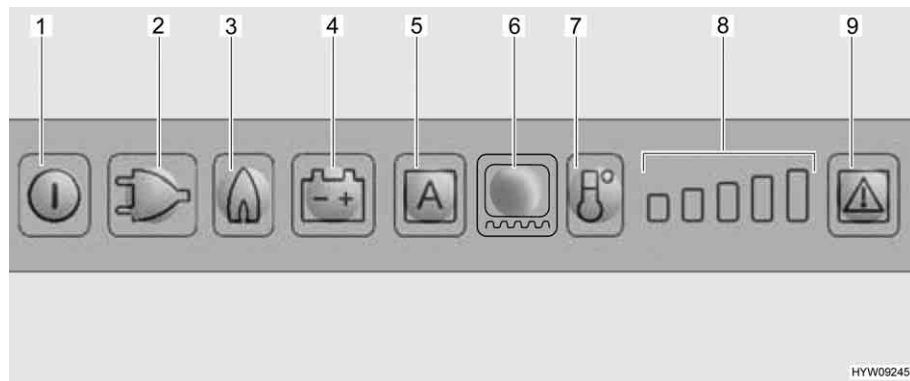

Fig. 229 Frigorífico Dometic con cuadro de mando de LED
Al seleccionar el suministro de gas se abre automáticamente el seguro de encendido, de forma que puede fluir gas hacia el quemador. Simultáneamente se conecta el encendedor electrónico. Si se apaga la llama de gas, p. ej. debido a un golpe de viento, el encendedor se activa inmediatamente y enciende de nuevo el gas. En caso de alguna avería en el funcionamiento a gas, parpadearán los botones luminosos Gas (Fig. 229,3) y Avería (Fig. 229,9) y sonará una alarma acústica por 20 segundos.
- Pulsar la tecla On/Off (Fig. 229,1) por aprox. 2 segundos. El frigorífico se conectará, se visualizará el modo de funcionamiento seleccionado más recientemente.
- Pulsar el botón luminoso para el modo de funcionamiento deseado (Fig. 229,2 - 4) o el modo automático "AES" (Fig. 229,5) (sólo en el caso del modelo AES).
- Ajustar la temperatura de refrigeración con la tecla Nivel de refrigeración (Fig. 229,7). El indicador de nivel de refrigeración (Fig. 229,8) indicará el ajuste seleccionado del termostato.
- Pulsar la tecla On/Off (Fig. 229,1) por aprox. 2 segundos.
Una vez conectado, el frigorífico automáticamente seleccionará el ajuste medio del termostato. Este ajuste puede modificarse manualmente con la tecla Nivel de refrigeración (Fig. 229,7). Pasan algunas horas hasta que el frigorífico alcanza la temperatura de servicio normal. Al cambiar a otro modo de funcionamiento, se conservará el ajuste del termostato.
- Conectar la calefacción de marco por un período de 2 horas: Pulsar el botón luminoso Calefacción de marco (Fig. 229,6) una vez. Estará iluminada una barra del indicador de nivel de refrigeración (Fig. 229,8).
- Conectar la calefacción de marco por un período de 5 horas: Pulsar el botón luminoso Calefacción de marco (Fig. 229,6) dos veces. Estarán iluminadas dos barras del indicador de nivel de refrigeración (Fig. 229,8).
- Ajustar la calefacción de marco en funcionamiento continuo: Pulsar el botón luminoso Calefacción de marco (Fig. 229,6) tres veces. Estarán iluminadas tres barras del indicador de nivel de refrigeración (Fig. 229,8).
El indicador de nivel de refrigeración (Fig. 229,8) visualizará el tiempo de funcionamiento de la calefacción de marco por algunos segundos.
En caso de alguna avería, el botón luminoso Avería (Fig. 229,9) parpadeará. Además parpadeará o bien uno de los botones luminosos Modo de funcionamiento o el indicador de niveles de refrigeración. Adicionalmente sonará una señal de advertencia acústica. Para indicaciones con respecto a la indicación de errores y la eliminación de errores, véase el capítulo 14.
- ▷ Después de haber eliminado una avería del funcionamiento a gas, pulsar el botón luminoso Reset (Fig. 229,9).